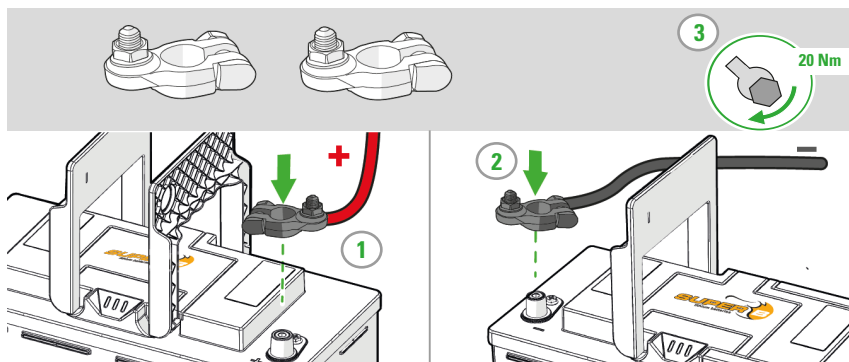

Figura 7. Collegamento dei cavi di alimentazione con terminali di tipo automobilistico
1. Collegare il carico o il caricabatterie al terminale X2 (+) della batteria agli ioni di litio. (Figura 7)
2. Collegare il carico o il caricabatterie al terminale X1 (-) della batteria agli ioni di litio. (Figura 7)